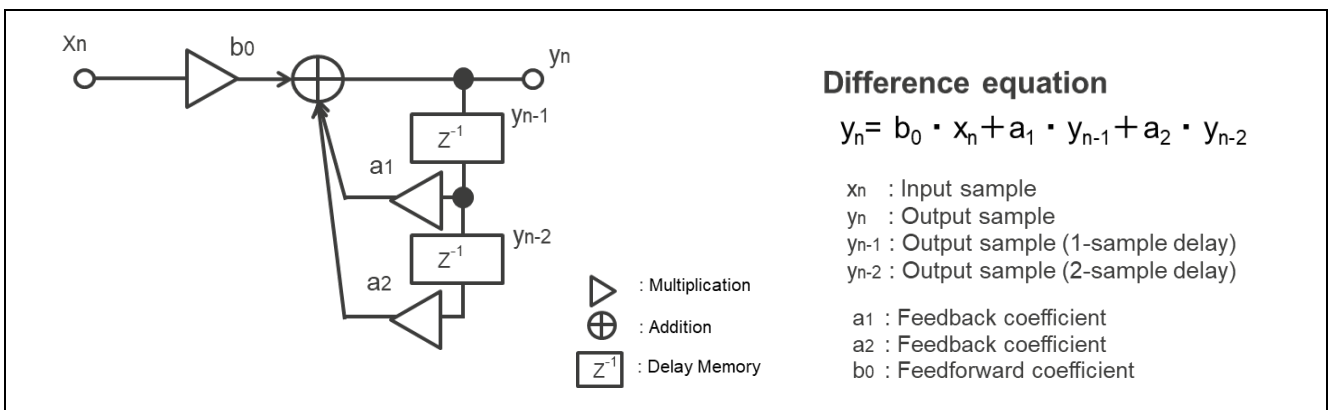

図 26 IIR フィルタを応用したオシレータ処理のシグナルフロー
- ・ オシレータは図 26 に示す 2 次の IIR フィルタを応用した信号処理で生成